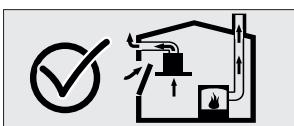

Fig 4
- Prandaj hyrja adekuate e ajrit duhet të jetë e siguruar. Fig 4
Ajri i absorbuar pastrohet nga filtrat e yndyrës dhe shkarkohet përmes njësistemi tubacioni Fig 4